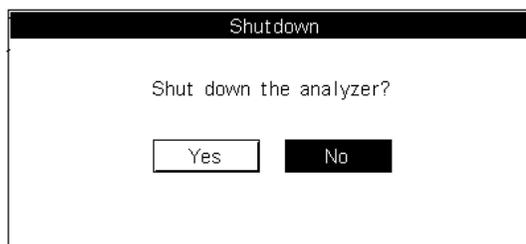

Рисунок 6-16 Сообщение подтверждения выключения
2. Появится сообщение, которое попросит Вас подтвердить выключение, как показано на **рис. 6-16**;